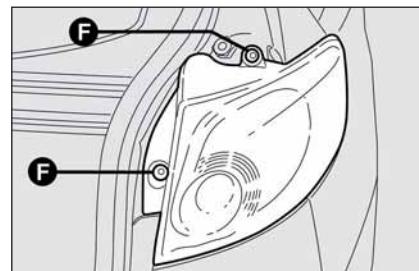

fig. 32
- svitare le due viti **F-fig. 32** ed estrarre il gruppo;